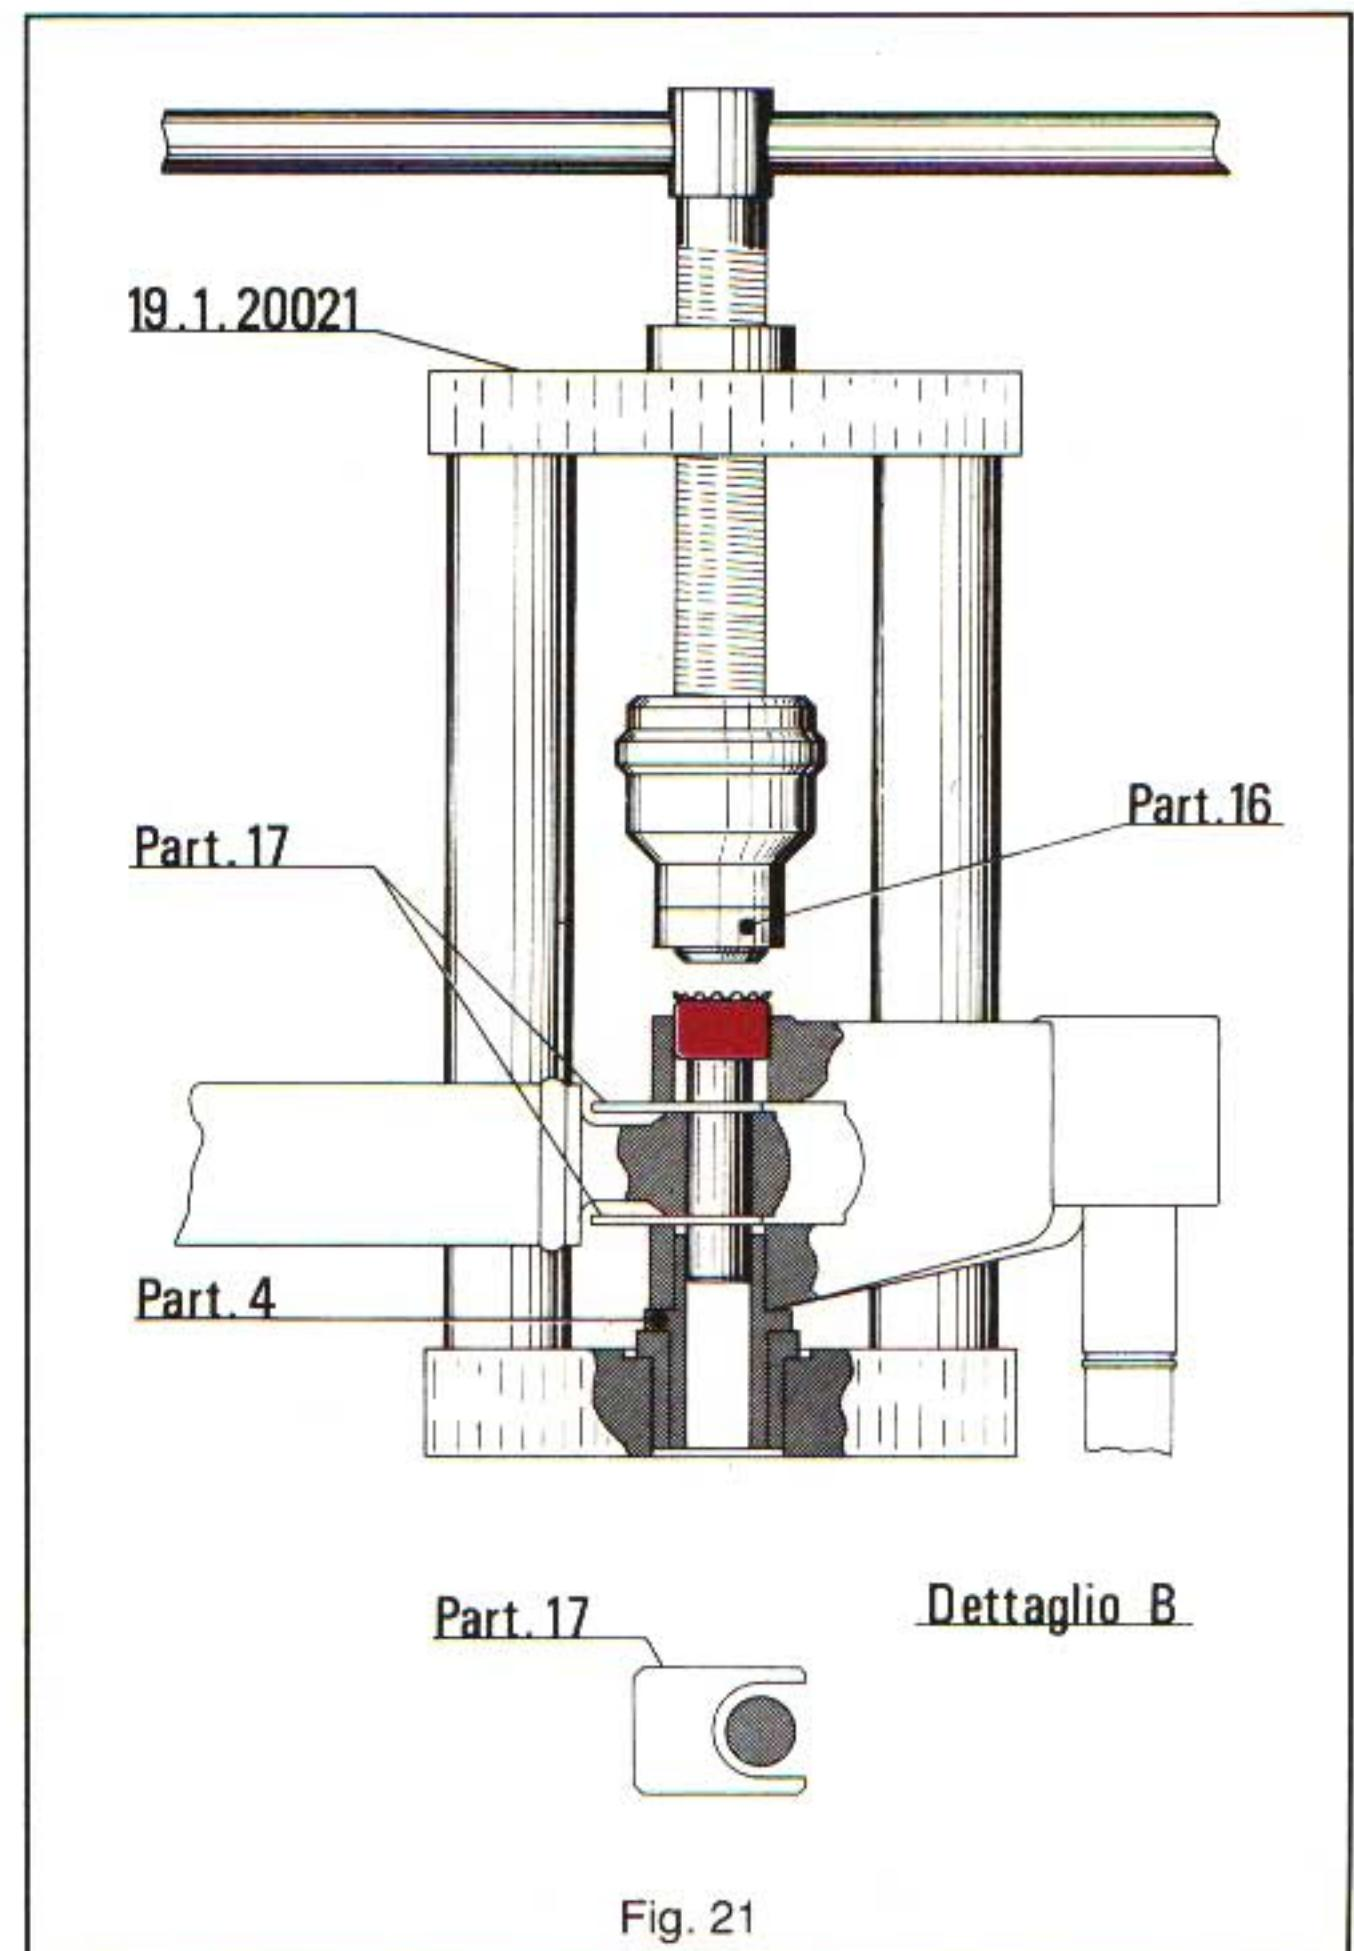

Fig. 21
Montaggio anelli di tenuta e boccole a rullini tipo «NADELLA» complete di rosette d'incuneamento (fig. 21).
- Ripetere l'operazione sopra descritta, impiegando l'attrezzo sempre munito sullo stelo del particolare 16 e del particolare 22 in sostituzione del particolare 4, sul lato opposto a quello rappresentato in fig. 21 per il montaggio del secondo gruppo rosetta d'incuneamento-boccola a rullini-anello di tenuta.
Assembling of oil seals and roller bushes «NADELLA» type with tab washers (Fig. 21)
- Repeat the mentioned operation, by using the tool, always endowed on the rod with the parts 16 and 22 in place of the part 4, on the opposite side the one shown in fig. 21 for the assembly of the second unit tab washer - roller bush - oil seal.
Einbau der Dichtungsringe und der «NADELLA» Nadelhülsen mit Sicherungskranz (Fig. 21)
— Die obenbeschriebene Operation für den Einbau der zweiten Nadelhülse - Sicherungskranz - Dichtringgruppe wiederholen, wobei auf den Schaft das Zusatzteil 16, auf Werkzeugboden Zusatzteil 22, statt 4, auf der entgegengesetzten Seite von jener auf Fig. 21, gezeigt, verwendet wird.
Montage bagues d'étanchéité et douilles à aiguilles du type «NADELLA» avec rondelles de sûreté (Fig. 21)
— Répéter l'opération ci-dessus, en employant l'outil, équipé sur la tige de la pièce 16 et de la pièce 22, au lieu de la pièce 4, sur le côté opposé à celui-là illustré sur la fig. 21 pour le montage du deuxième groupe rondelle de sûreté — douille à aiguilles — bague d'étanchéité.